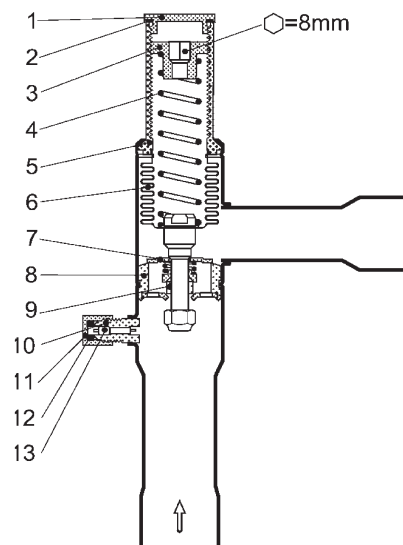

Рис. 1. Регулятор давления испарения KVP:
Практически все вышеперечисленные регуляторы давления компании «Данфосс» имеют схожую внутреннюю конструкцию (за исключением регулятора производительности CPCE). Внутри корпуса регуляторов (рис. 1) закреплен сильфон (6), внутри которого размещена регулиро-